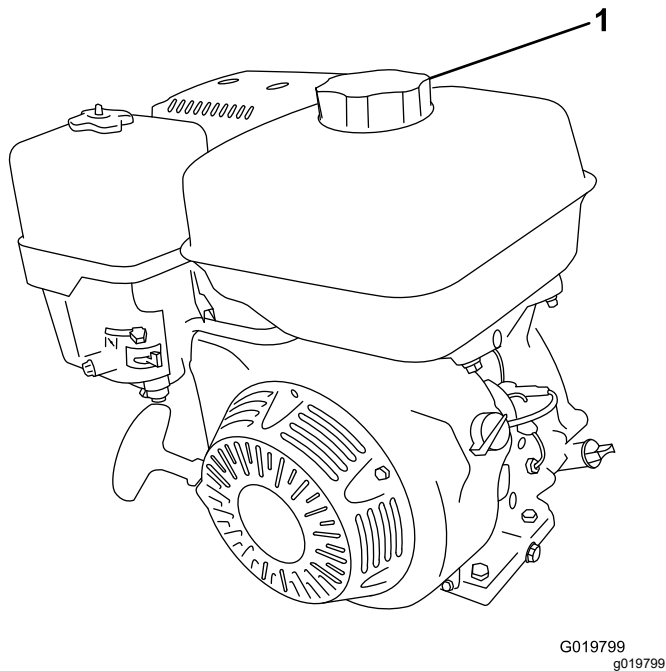

Figura 7
2. Limpie alrededor del tapón de combustible y retire el tapón (Figura 7).
4. Coloque el tapón del depósito de combustible firmemente (Figura 7).
2. Mueva la válvula de combustible a la posición de CERRADO (Figura 7).
- Mueva la palanca del estérter a la posición de CERRADO (Figura 7).
- Mueva la palanca del acelerador a la posición de RÁPIDO (Figura 7).
- Tire del arrancador suavemente hasta que note resistencia, luego tire con fuerza (Figura 7). Deje que el arrancador vuelva lentamente a su posición inicial.